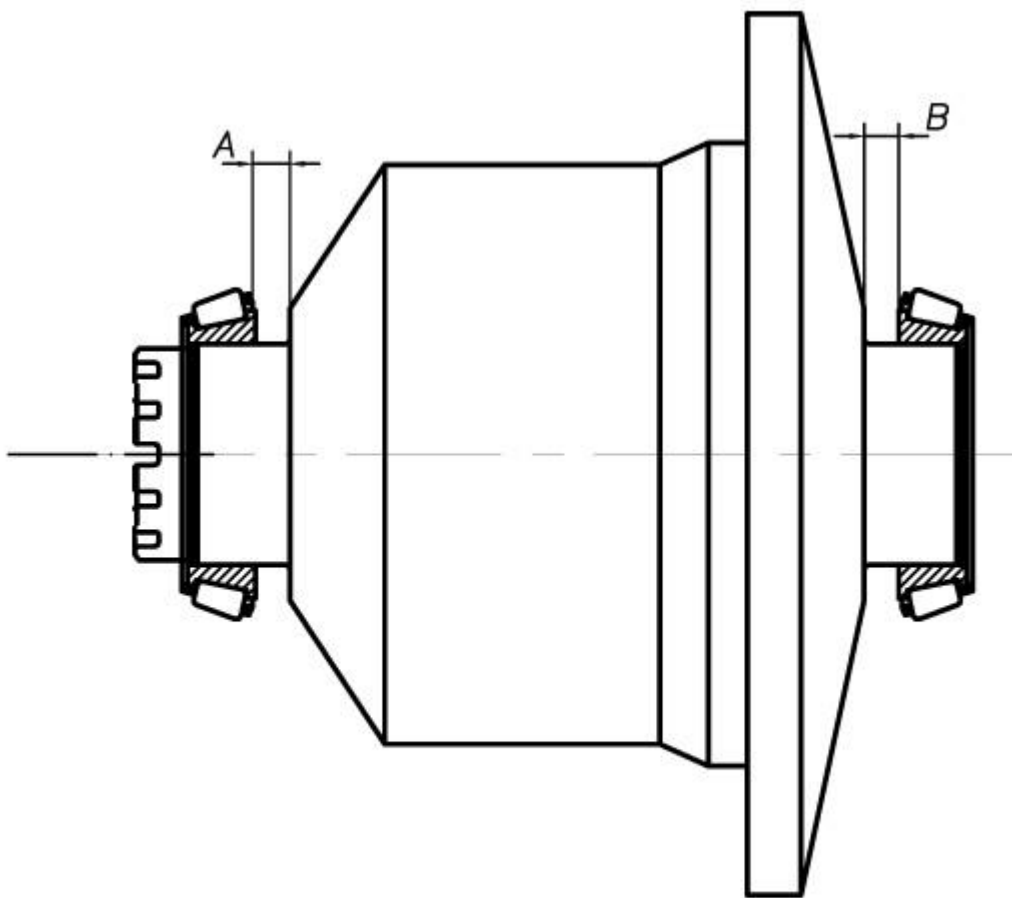

Рис. 1.
3. Вновь отверните болты, снимите крышку, выньте из картера дифференциал и щупом замерьте зазоры (А и В рис.1) между торцами внутренних колец подшипников и коробкой сателлитов.